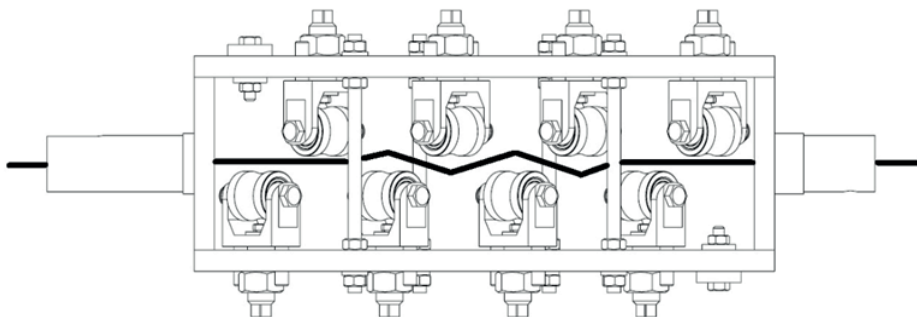

Рис. 6. Схема регулировки обкатных роликов
- отрегулируйте обкатные ролики правильной рамы под диаметр обрабатываемой арматуры. Для этого ослабьте контргайки и прижмите ролики, как показано на рис. 6, после чего затяните контргайки;